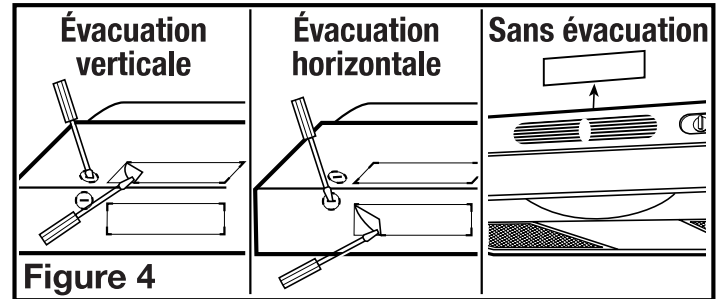

Figure 4
- 2a. **Évacuation horizontale ou verticale** - Retirez la pièce rectangulaire défonçable. Pour ce faire, insérez un tournevis dans le pourtour et brisez les attaches qui le retiennent. Enlevez ensuite la pièce avec des pinces (**Figure 4**).
- 2b. **Sans évacuation** - Soulevez et retirez le panneau de l'évent situé derrière la grille, exposant ainsi l'entrée d'air frontale. N'utilisez pas de tournevis ni tout autre objet qui pourrait égratigner la hotte (**Figure 4**).
3. Déterminez par où les fils entreront dans la hotte et retirez l'entrée électrique défonçable appropriée. Pour ce faire, insérez un tournevis dans la fente et faites un mouvement de va-et-vient jusqu'à ce que la pièce se détache (**Figure 4**).
REMARQUE : INSTALLATION SANS ÉVACUATION SEULEMENT, Si ce n'est déjà fait, retirez le panneau de l'évent situé derrière la grille (Figure 4).